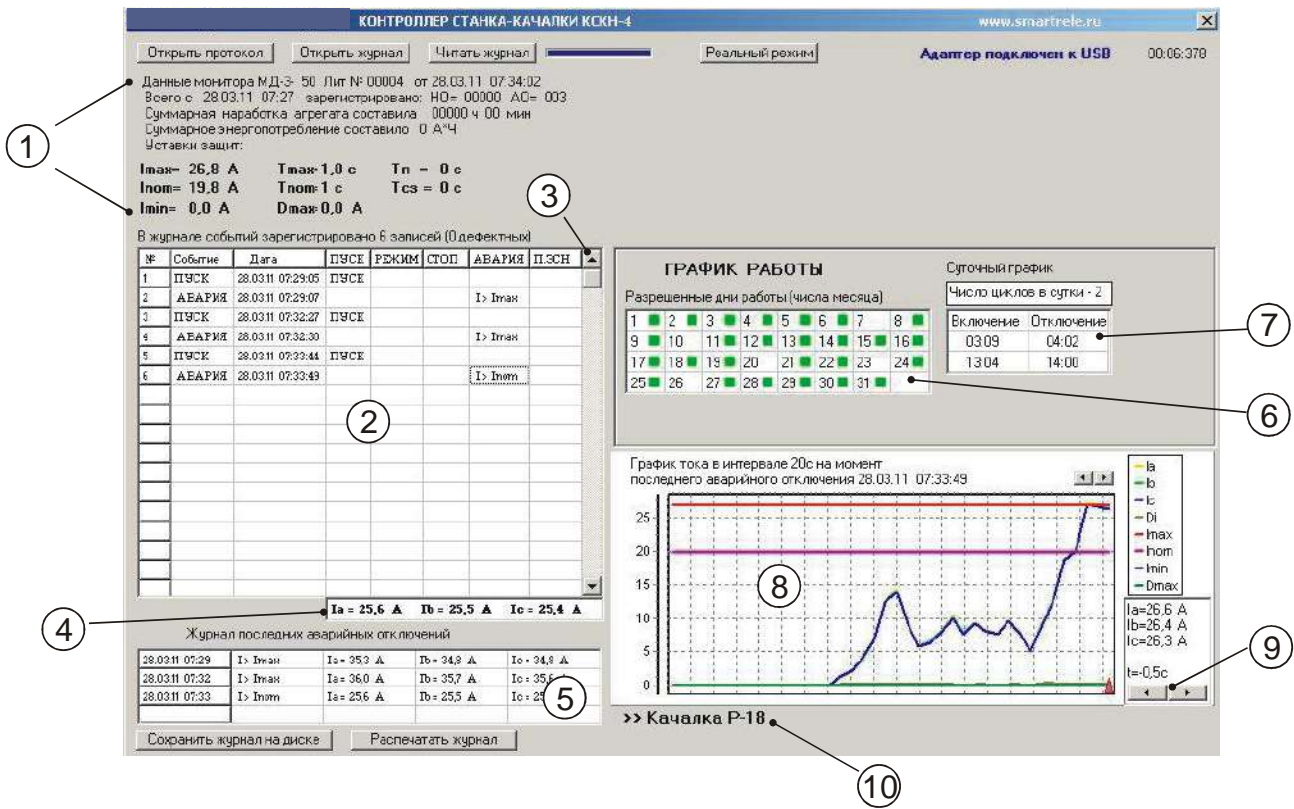

Рисунок 6 – отображение журнала событий контроллера КСКН-3, КСКН-4, КСКН-7 на экране ПК.
5.8.1 Чтобы считать журнал событий, в открывшемся окне программы кликните мышью кнопку “Читать журнал”. После считывания данных (~ 8 сек) откроется окно журнала (рис. 6).
5.8.2 Поле 1 (рис. 6) содержит следующую информацию:
5.8.3 В таблице 2 (рис. 6) отображается в хронологическом порядке последовательность зарегистрированных прибором защиты событий. Для просмотра таблица может “прокручиваться” с помощью бегунка 3.
5.8.6 Поле 10 (рис. 6) содержит символьное обозначение установки, оборудованной прибором защиты (порядок присвоения символьного обозначения смотри в п. 5.12).